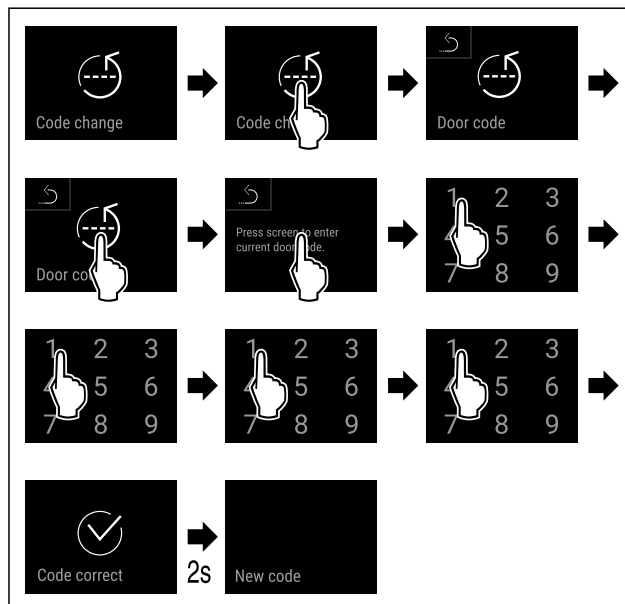

Fig. 91
- ▶ Suivre les étapes (voir Fig. 91) .